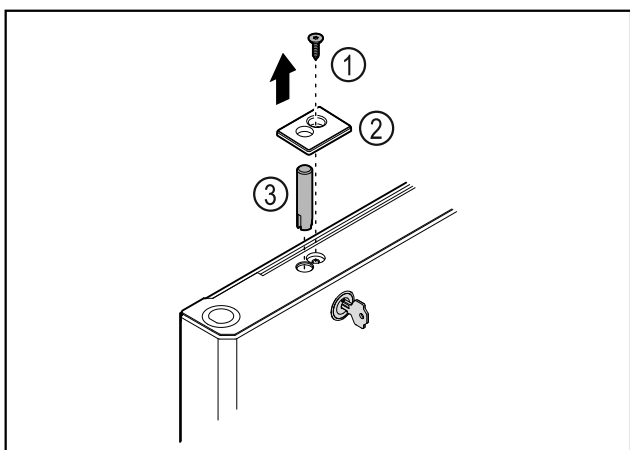

Fig. 33
► Retirar el tornillo Fig. 33 (1).
► Desencajar la cubierta Fig. 33 (2) con un destornillador pequeño y retirarla.
► Extraer el perno de cierre Fig. 33 (3).